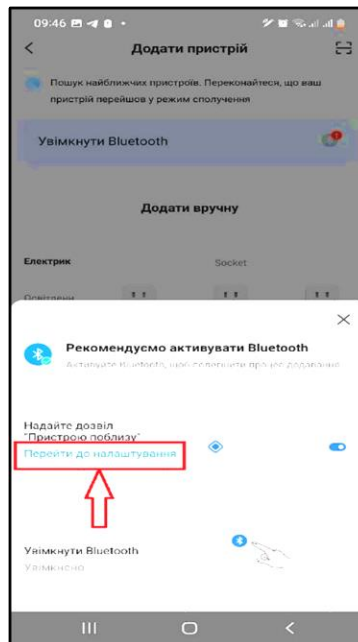

Рисунок 23
8.2. Під написом «Надайте дозвіл “Пристрою поблизу”» натиснути на «Перейти до налаштування» (рис.23);